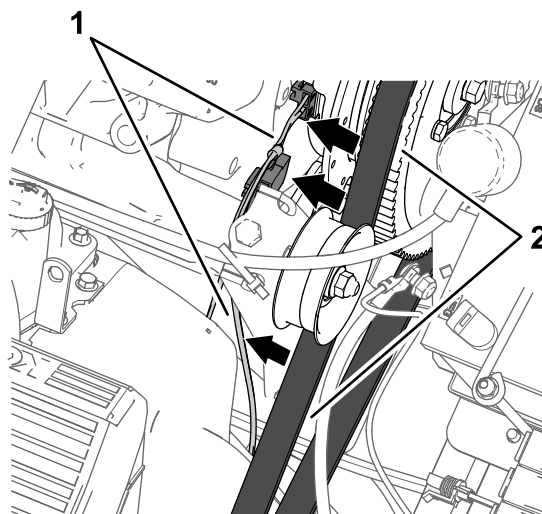

Рисунок 170
4. Проложите ответвление жгута проводов длиной 84 см, закрепив на двигателе и насосе опрыскивателя так, чтобы жгут проводов был расположен на достаточном расстоянии от ремня генератора (Рисунок 170).